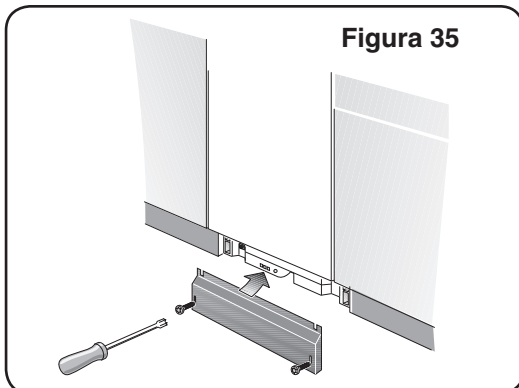

Figura 35
Paso 2 - Use los tornillos del panel de pie que se incluyen en el kit de instalación de la lavavajillas y un destornillador T-15 para instalar el panel de pie como se muestra en la **Figura 35**.